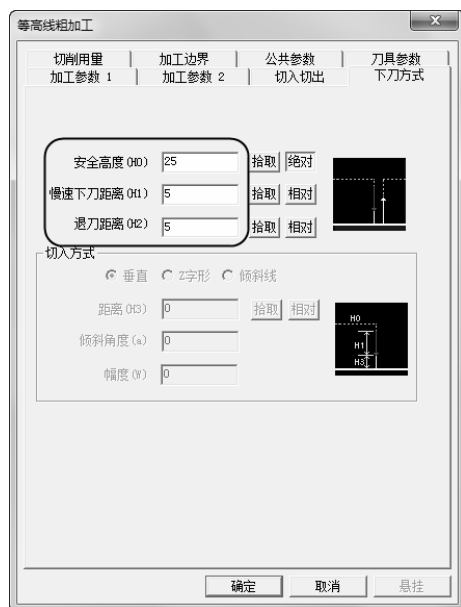

图 3-11 “下刀方式”选项卡
4) 单击“下刀方式”选项卡，设置“切入方式”为“垂直”。具体“安全高度”、“慢速下刀距离”、“退刀距离”、“距离”参数数值如图 3-11 所示。